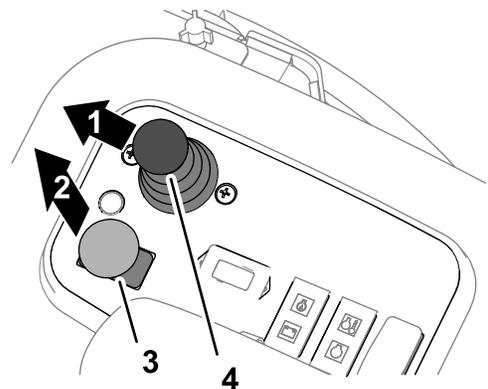

Figura 100
3. Mueva la palanca de control de bajar/segarse/elevar hacia delante (Figura 100).